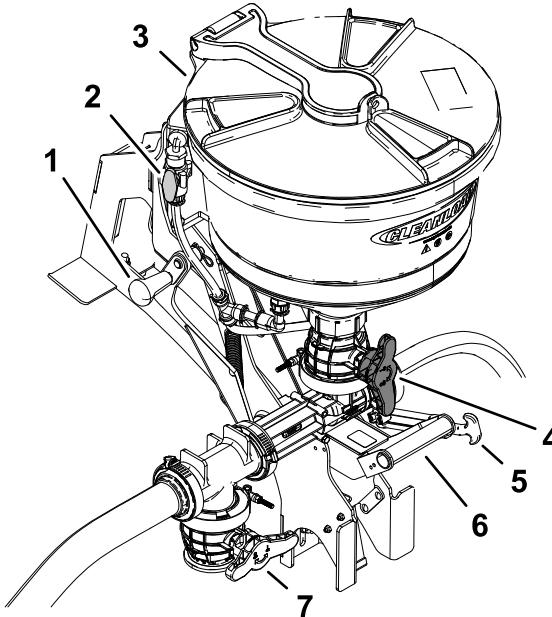

Figura 42
1. Utilice la manija inferior para bajar el eyector (Figura 42).
2. Abra la tapa y compruebe que no hay objetos extraños que pudieran afectar al rendimiento o contaminar el sistema (Figura 42).
5. Abra la válvula de la tolva (pomo rojo) situada en la parte inferior de la tolva (Figura 42).
2. Abra la válvula de la tolva (Figura 42).
- B. Abra la válvula de vaciado y enjuague la tolva del eyector durante 20 segundos (Figura 42).
- C. Cierre la válvula de vaciado (Figura 42).
6. Eleve el eyector y sujetelo con la correa de transporte (Figura 42).
7. Cierre la válvula del eyector y la válvula de la tolva (Figura 42).
3. Cierre y bloquee la tapa de la tolva girando la tapa en sentido horario (Figura 42).
6. Ponga el eyector en la posición de transporte y sujetelo con el cierre de transporte (Figura 42).